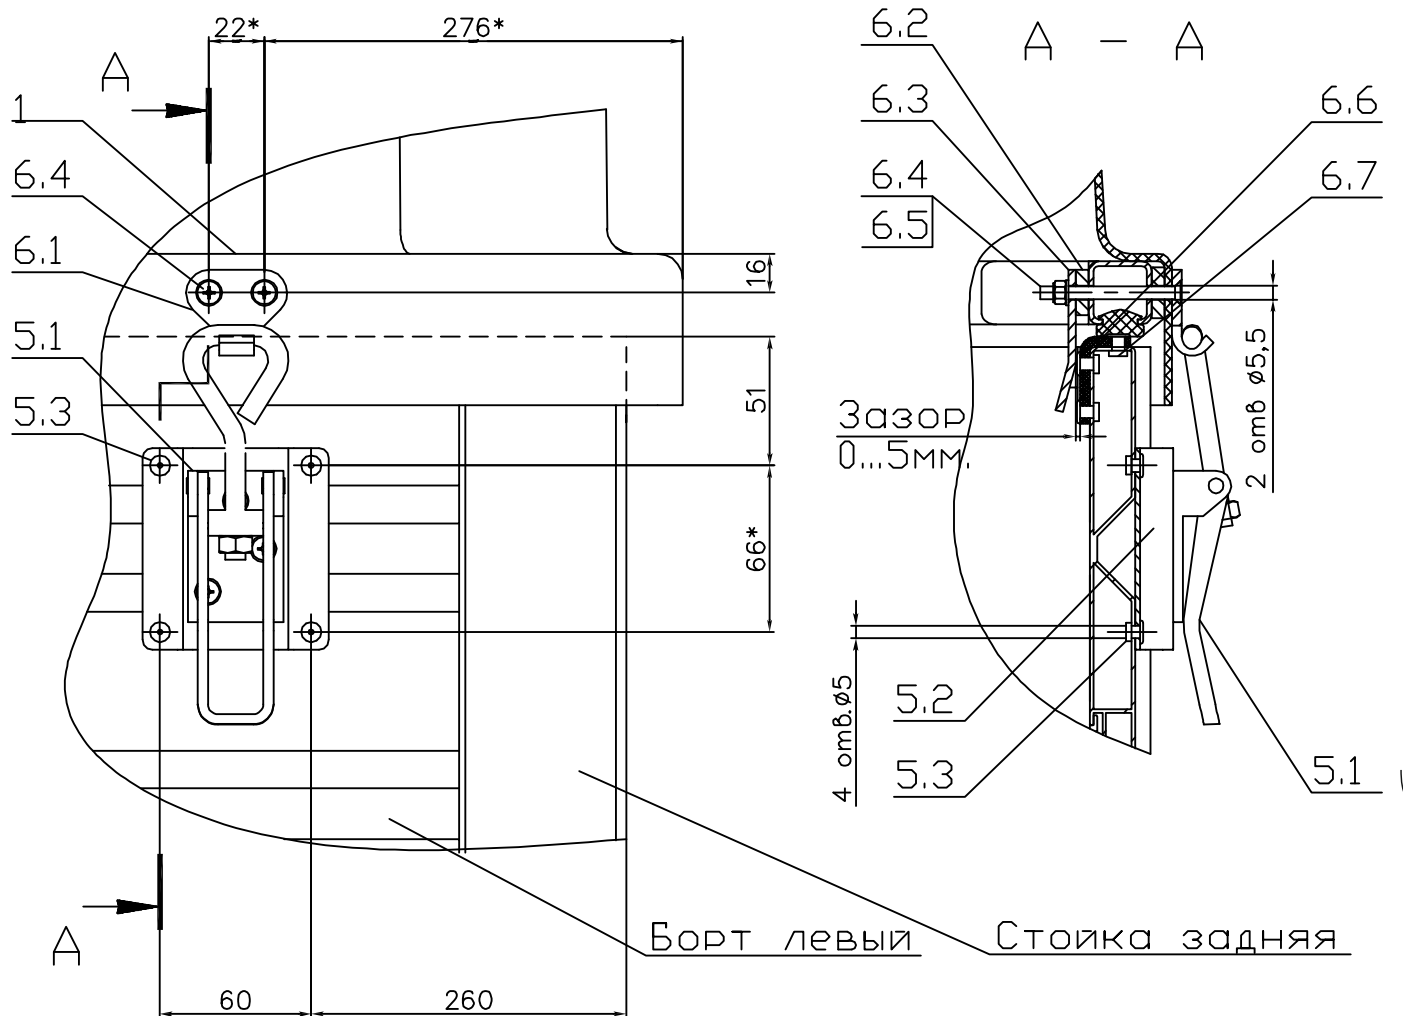

Рисунок 3.
15. В подготовленные отверстия, в задней части крышки установить в соответствующем порядке (рис. 3, сечение А-А) винты 6.4, крючок 6.1, проставочную пластину 6.2 и ловушку 6.3. Для обеспечения зазора 0...5мм. между ловушкой 6.3 и бортом прицепа разрешается пункт 16 собирать без проставочной пластины 6.2.
19. Просверлить отверстия $\varnothing 5.5\text{мм}$ под замки 5, используя подставку замка 5.2 как шаблон (рис. 3).